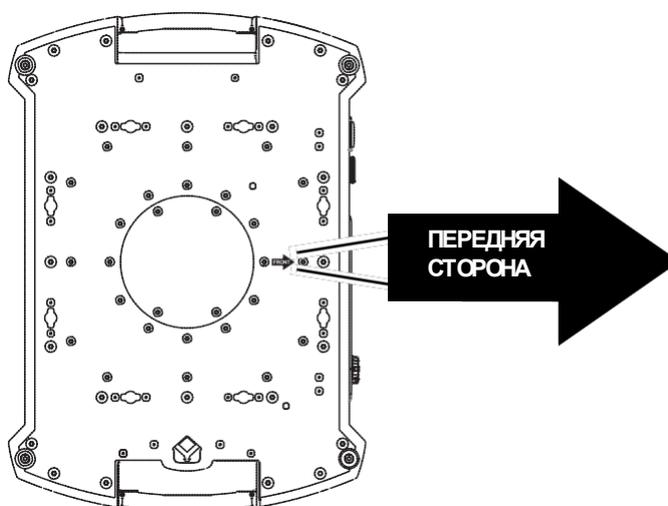

Рисунок 4. Передняя сторона прибора
3. См. рисунок 4. Обратите внимание на положение стрелки на нижней части основания, указывающей на переднюю сторону прибора.